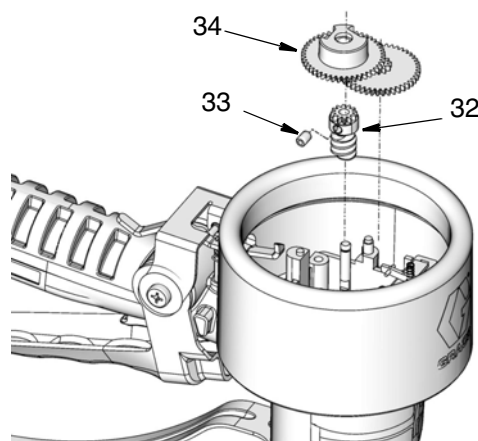

Рис. 29
5. Используйте торцевой гаечный ключ размером 2 мм, чтобы выкрутить зажимный винт шестеренок (33). Извлеките шестеренки (32, 34) (Рис. 29).